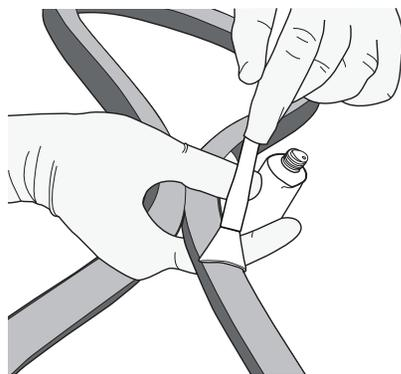

Figure 23. Gonflez le pneu jusqu'à ce que le ruban de base soit exposé. Appliquez une fine couche de colle.
4. Gonflez le pneu jusqu'à ce qu'il se retourne et que le ruban de base soit exposé (Figure 23).